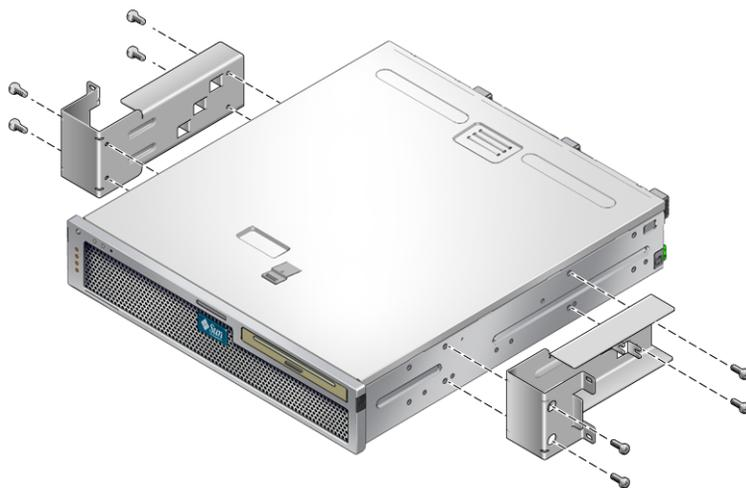

ABBILDUNG 4-2 Befestigen der Seitenhalterungen an der Seite des Servers
2. Befestigen Sie die Seitenhalterungen mit acht M5 x 10 SEM-Schrauben (vier pro Seitenhalterung) an den Seiten des Servers (ABBILDUNG 4-2).